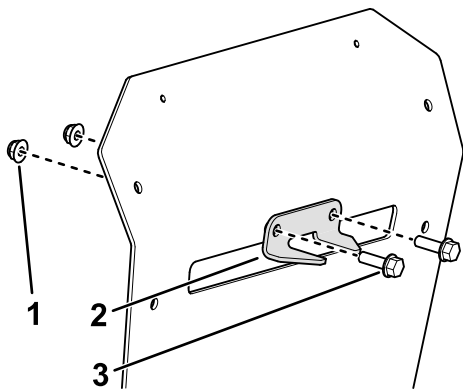

Figura 13
- Montate la staffa di stabilizzazione sulla protezione posteriore utilizzando 2 bulloni ($\frac{5}{16}$ " x 1") e 2 dadi di bloccaggio ($\frac{5}{16}$ ") come illustrato nella Figura 13.